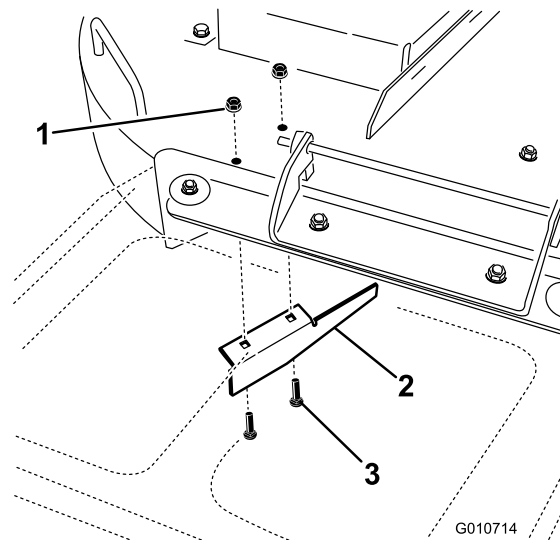

Figure 1
5. Trouvez le déflecteur sur l'ouverture d'éjection latérale sur le tablier (Figure 1).